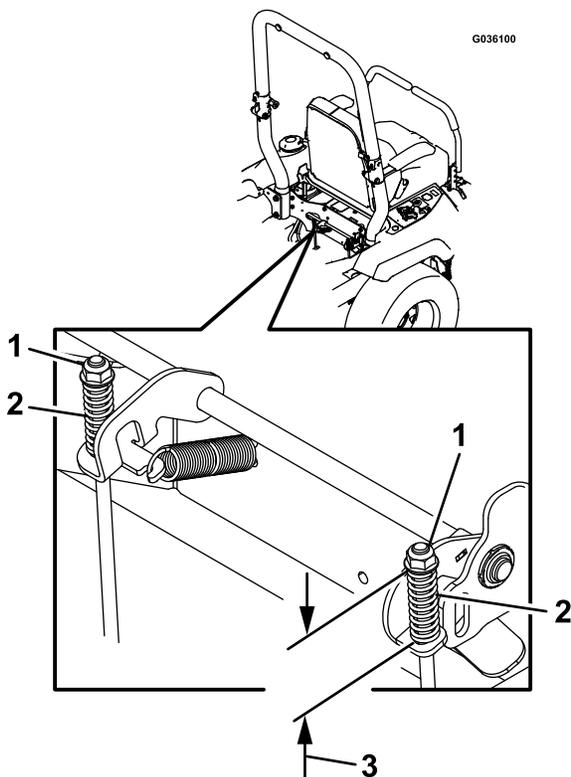

Figure 82
8. Contrôlez les deux longueurs de ressort comme montré à la Figure 82. Si un réglage est nécessaire, tournez l'écrou supérieur dans le sens horaire pour raccourcir le ressort, et dans le sens antihoraire pour l'allonger.